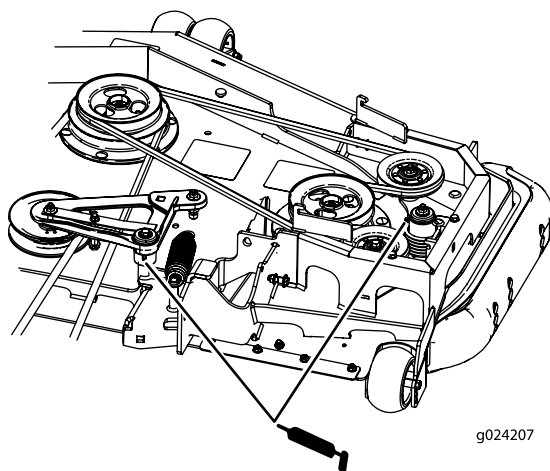

Figura 38
4. Engrase los brazos tensores de la correa de la carcasa (Figura 38).